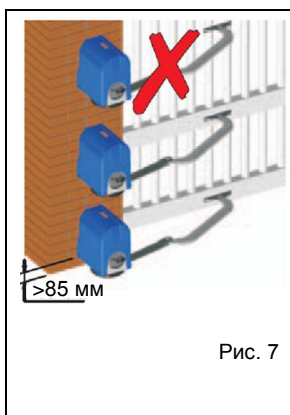

Рис. 7
- Крепёжный кронштейн изогнутого рычага следует располагать в местах, где его можно прикрепить к створке ворот (рис. 7).
- Привод должен располагаться на такой высоте над уровнем земли, чтобы можно было установить изогнутый рычаг и надеть основание корпуса (не менее 85 мм, рис. 7).